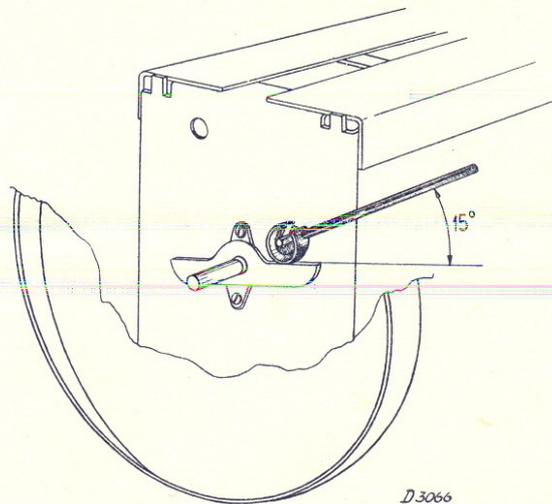

Fig. 5
4. Placer le gabarit de  $15^\circ$  (voir figure 5) et tourner le condensateur pour l'amener contre le gabarit (vers 200 mètres).